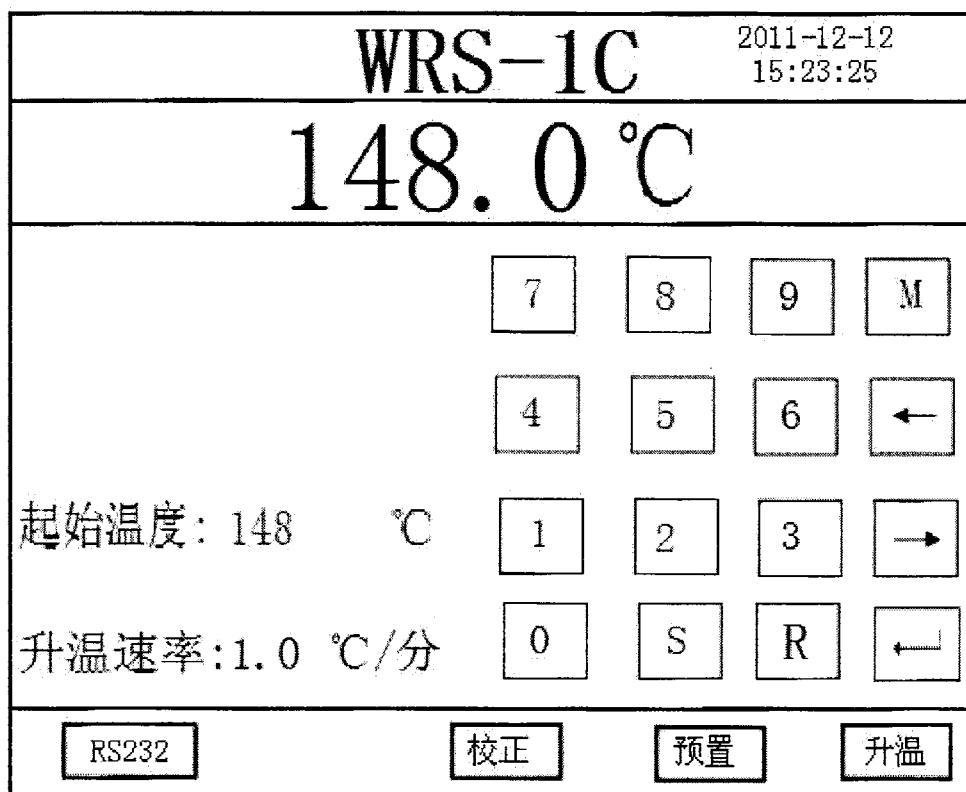

图 10
4. 测量完成后仪器自动回到起始温度，按“预置”键屏幕如图 10 显示，